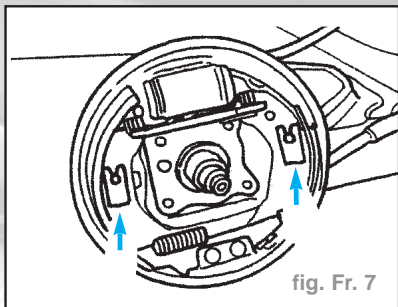

fig. Fr. 7
- Déposer les ressorts de maintien (fig. FR 7).